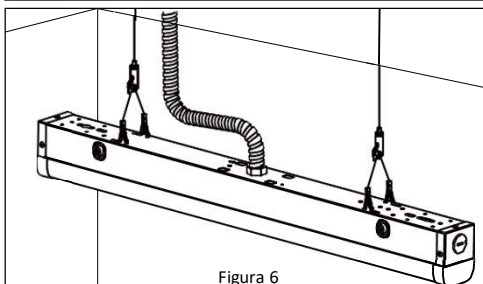

Figura 6
11. Cierra la lámpara empujando con cuidado el lente en el cuerpo de la lámpara asegurándote de no pellizcar ningún cable. **Ver Figura 6**.